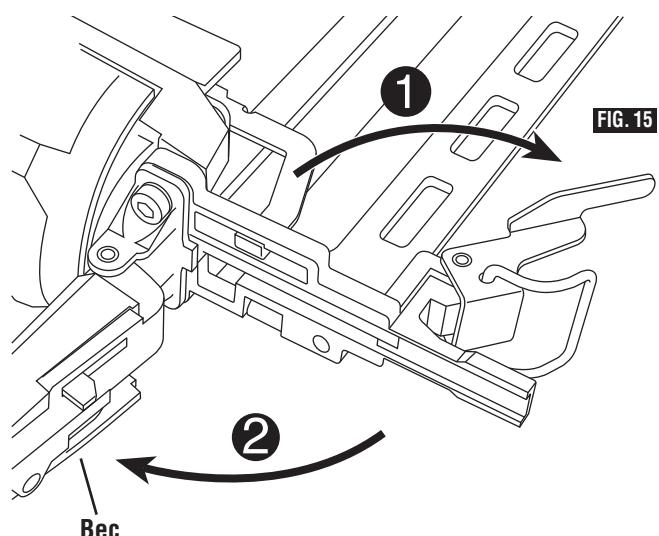

FIG. 15
6. Fermez le bec de l'outil et appuyez sur le levier de relâchement rapide pour le mettre dans sa position fermée ; voir figure 15.